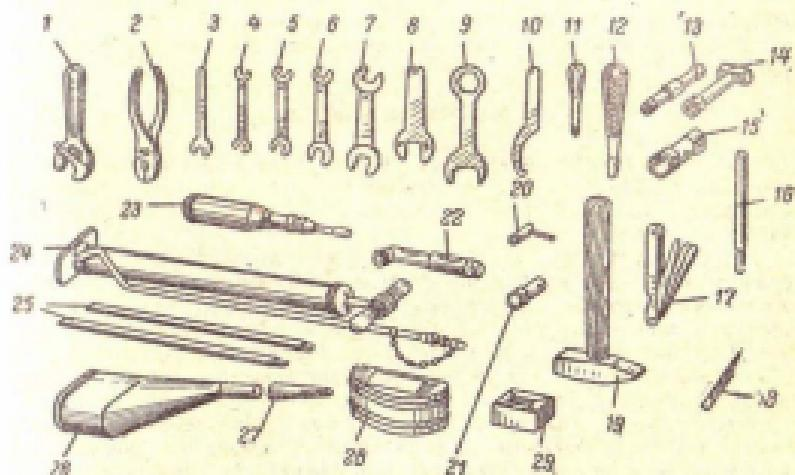

Рис. 96. Водительский инструмент:
**Двигатель.** На мотоцикле установлен четырехтактный двухцилиндровый двигатель К-750 (рис. 96). Он состоит из отдельных механизмов, помещенных в картере. К двигателю 1 при помощи трех шпилек и болта крепится коробка передач 4. На передней части картера укреплен генератор 3, а приборы зажигания размещены в передней части двигателя под съемной крышкой 2. Карбюраторы 5 присоединены к цилиндрам двигателя.